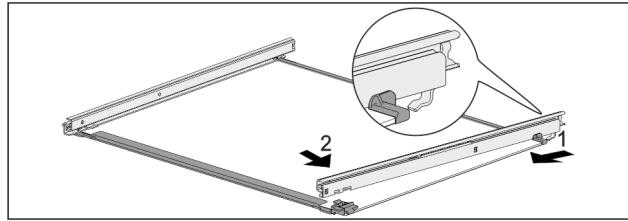

Fig. 140 Steklena plošča z vodili
- Vodilo obesite na kavelj na zadnji strani. Fig. 140 (1)
- Vodilo zaskočite na sprednji strani. Fig. 140 (2)